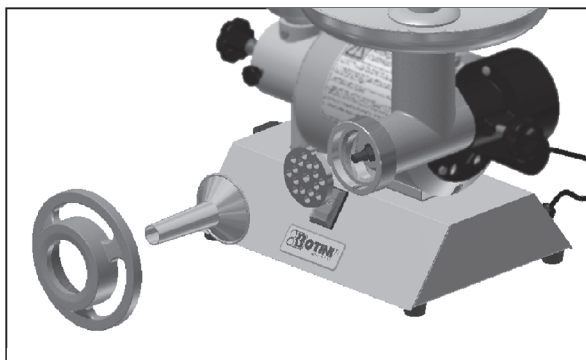

Figura 10
3.4 Para a preparação de lingüiça proceda com a montagem, porém retire a faca cruzeta (18) e coloque o disco para moer (10) de 8mm e o funil de encher lingüiça (20) conforme *figura 10*. Após esse procedimento coloque a tripa no funil de lingüiça (20) e inicie o processo ligando o botão liga/desliga (22).